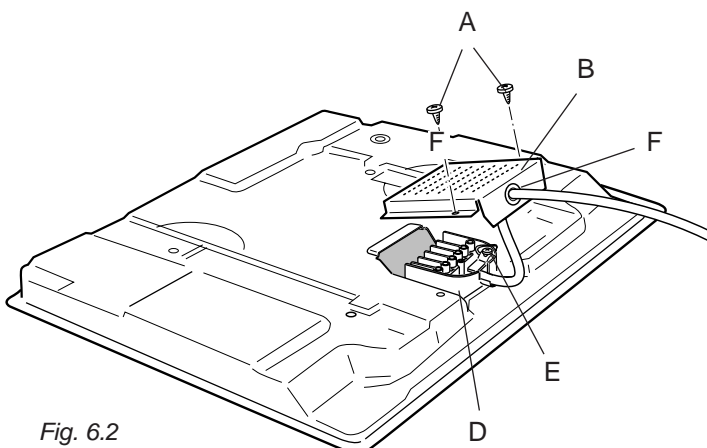

Fig. 6.2
- ✓ Draai de schroeven A los en verwijder het deksel B (afb. 6.2).
- ✓ Open de kabelklem E (afb. 6.2).